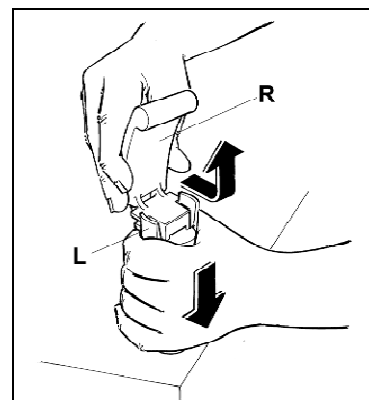

Fig. 10
- Décomposer le robinet de tous ses éléments en maintenant la pression du corps vers le bas et en retirant le levier de son logement (fig.10).